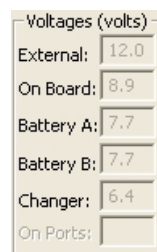

Рисунок 2-7. Voltages Information
8. В поле *Voltages* можно просмотреть информацию о напряжении внешнего источника, батарей и т.п. (Рисунок 2-7).